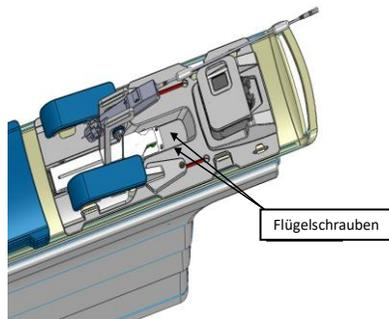
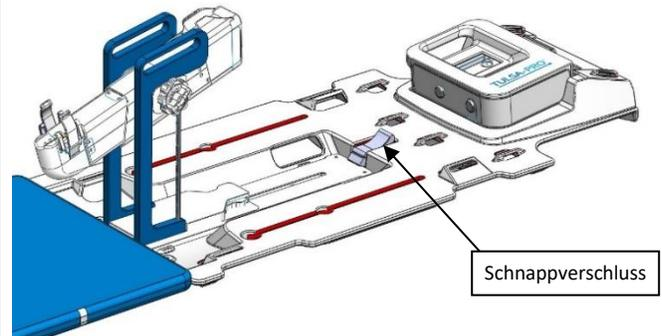

Abbildung 25: PS und PSIB auf der Basisplatte
Abbildung 26: PS und PSIB auf der Basisplatte mit Schnappverschluss
2. **MRT-MTRA:** Legen Sie Positionierungssystem (PS) und PSIB auf die Basisplatte, die sich am Fuß des MRT-Tisches befinden muss. Das PS muss sich zwischen den Beinen des Patienten befinden.
3. MRT-MTRA: Befestigen Sie das PS mit den mitgelieferten Flügelschrauben an der Basisplatte (Abbildung 25). Bei Basisplatten mit Schnappverschluss ist das PS mit dem Schnappverschluss zu fixieren (Abbildung 26).